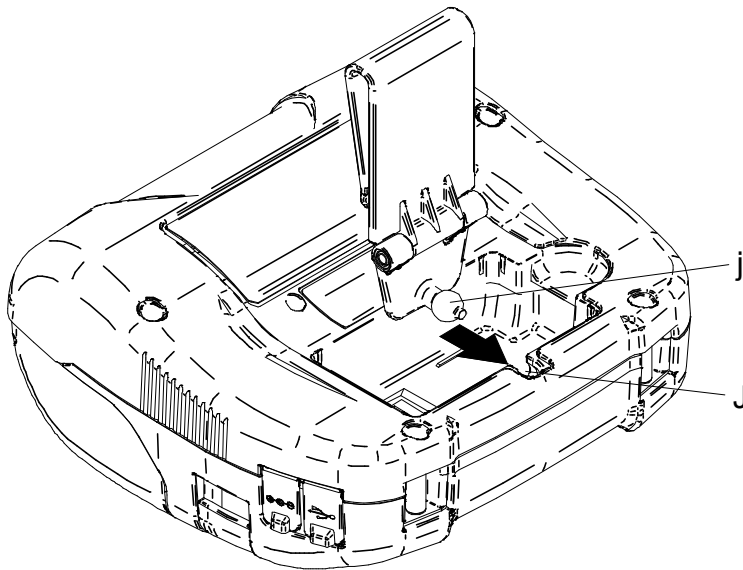

Abbildung 14-1 Anbringung des Gürtelclips (1)
- (3) Bringen Sie den Teil „j“ des Gürtelclips am Teil „J“ des Druckers wie in Abbildung 14-1 gezeigt in Pfeilrichtung an.